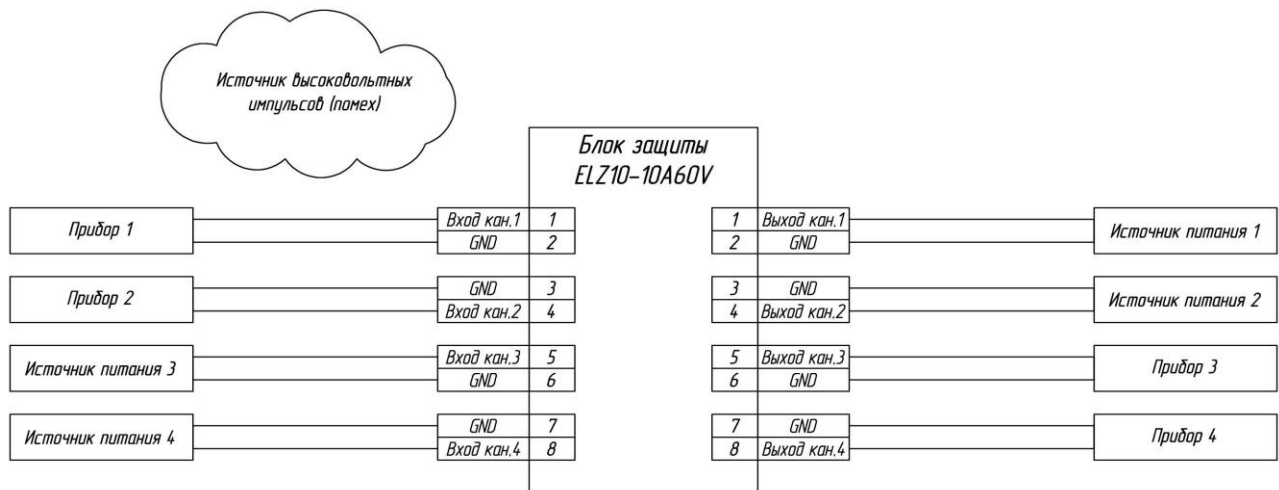

Рисунок 4 – Пример подключения блока защиты
2. Подключить к блоку защиты кабели от приборов, причем ко входу подключаются кабели со стороны возможного появления высоковольтных импульсов (см. рисунок 4).